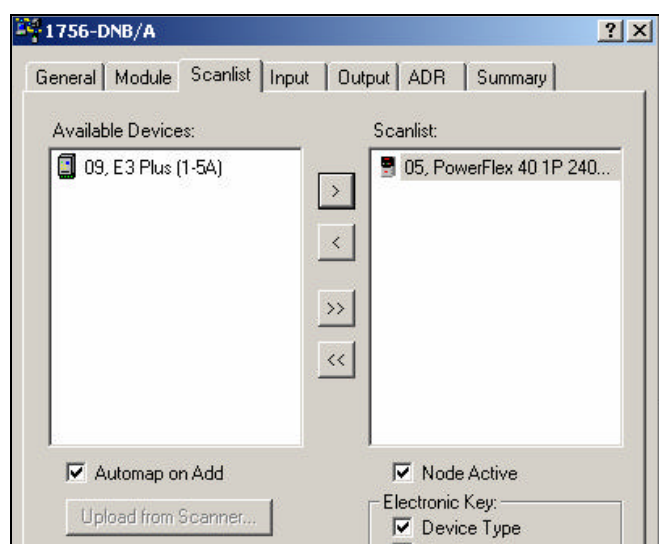

图 3-41 组态扫描器 Scanlist
23. 组态扫描器 Scanlist (扫描列表)。单击扫描列表选项卡，将看到所有设备在可用设备窗口中。用户可单击可用设备窗口中设备图标，使用单箭头一次添加一个设备。将 5 号节点 PowerFlex 40 添加到 Scanlist (扫描列表) 中，如图 3-41 所示。